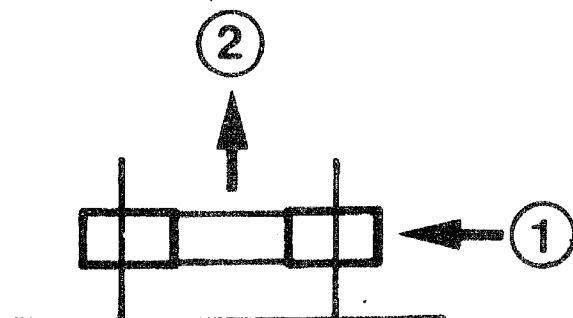

図 3-15 ヒューズのはすし方
電源ヒューズをはずすときは、ヒューズを[図3-15]に示す矢印①の方向に押します。